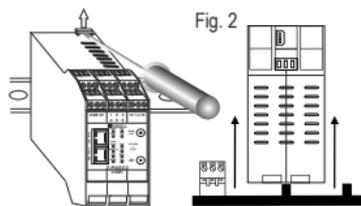

Fig. 2
- 1) Spostare verso l'esterno i due ganci sul lato posteriore del modulo come illustrato in Fig. 2.
Come illustrato in Fig. 2: